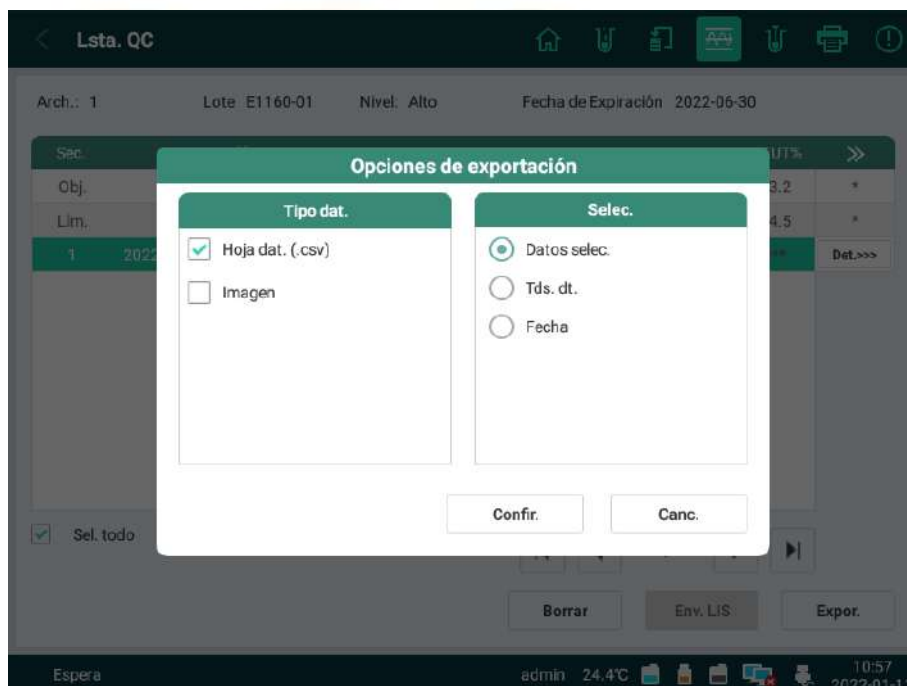

Imagen 9-6 Exportar
2. Seleccione uno o más resultados de la medición de QC en la pantalla de Lis. QC y presione **Expor.** Se abrirá el cuadro de opción de exportar, como se muestra en la Imagen 9-6. Puede seleccionar el tipo de datos y los registros de datos según las necesidades y presionar **Confir.**